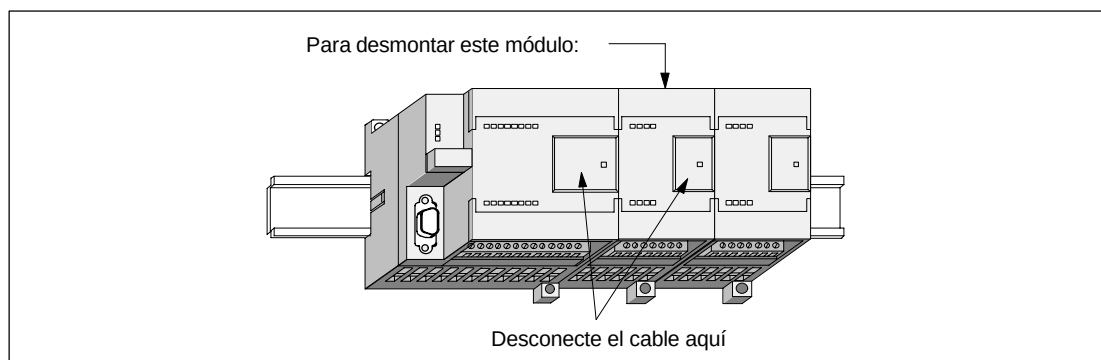

Figura 2-8 Desmontar un módulo de ampliación
1. Desconecte todos los cables enchufados al módulo que desee desmontar (v. figura 2-8). Algunas CPUs y algunos módulos de ampliación disponen de conectores extraíbles.